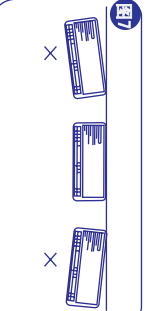

图7
- 使用水平尺（严禁目视估测）根据选择好的位置，确定钉挂点。注意保持水平。（图7）